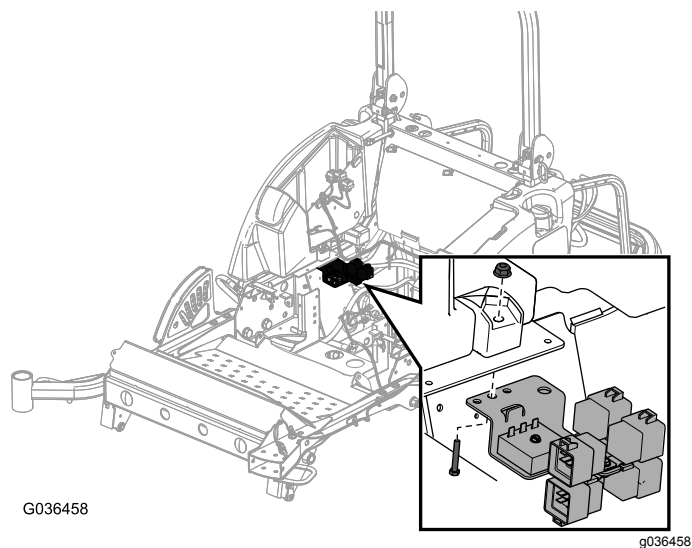

Bild 27
2. Befestigen Sie die Relaishalterung mit der vorhandenen Schraube und Mutter an der Unterseite der Behälterstütze (**Bild 27**).